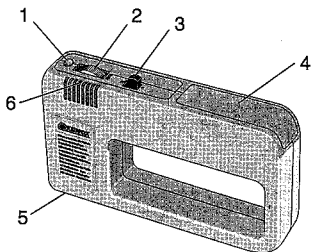

Fig. 1
Legende (zu Fig. 1)
1. Batteriefach 4 (Fig. 1) öffnen.
1. Funktion „M“ Metallsuchen oder „V“ Spannungssuchen 3 (Fig. 1) am Wahlschalter einstellen.
2. Gerät mit Stellrad 2 (Fig. 1) einschalten.
3. Stellrad weiterdrehen, bis die Leuchtdiode 1 (Fig. 1) aufleuchtet und der Summer ertönt (Stellung M = Dauerton, Stellung V = Intervallton)
Legend (see Fig. 1)
1. Open battery compartment 4 (Fig. 1).
1. Set the selector switch to "M" for metal detection or "V" for voltage detection 3 (Fig. 1).
2. Switch on the detector using adjuster wheel 2 (Fig. 1).
3. Rotate the adjuster wheel until LED 1 (Fig. 1) illuminates and the audio signal sounds (Setting M = continuous audio signal, setting V = intermittent audio signal)
4. When finished using the detector, switch it off using adjuster wheel 2 (Fig. 1) to preserve the battery.